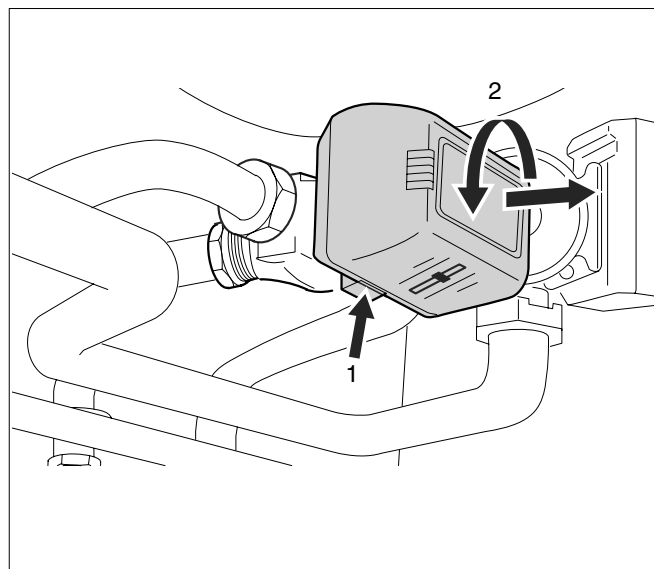

Fig. 65 Demontarea motorului de acționare
- Apăsați opritorul motorului de acționare (vezi Fig. 65, Poz. 1) și desfaceți încuietoarea tip baionetă prin rotire spre stânga (vezi Fig. 65, Poz. 2).